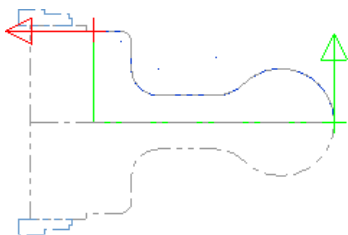

图 8.9 选取加工轮廓
Step2. 定义加工轮廓。在该对话框中选中 ☒ **接续** 复选框，然后在图形区中依次选取图 8.9 所示的轮廓线（中心线以上的部分）。单击 按钮，系统弹出“车床-精车 属性”对话框。